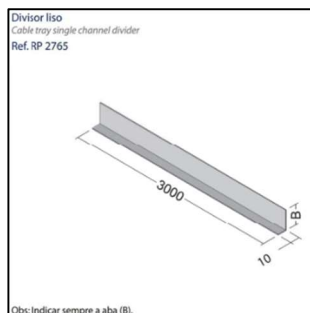

Figura 17: Divisor liso, altura 50mm
- ii. Divisor para instalação em eletrocalha altura 50mm para separar os circuitos terminais dos alimentadores (Figura 17);